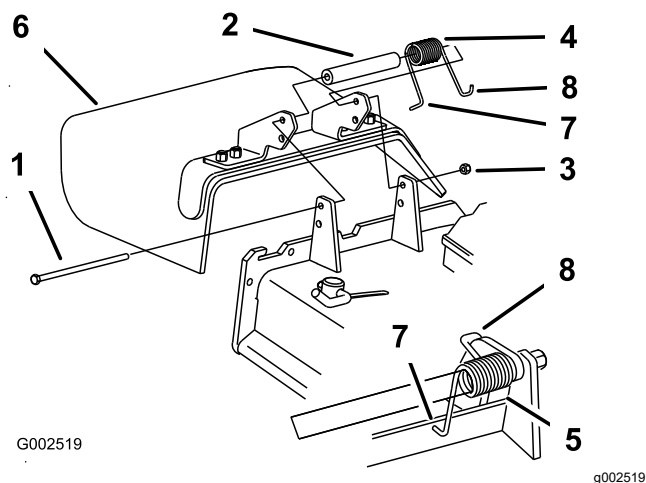

Figura 16
1. Togliete il piano inclinato di scarico laterale dal piatto di taglio (Figura 16).